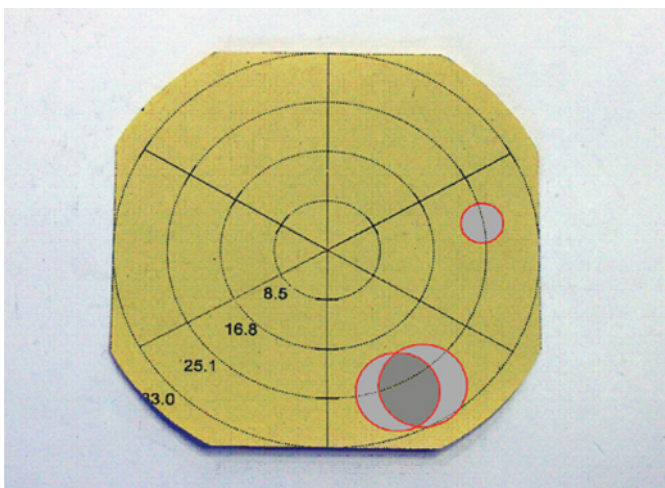

Figura 2
- si sovrappone (figura 2)
- Le spruzzature sono molto decentrate tra loro (figura 2)